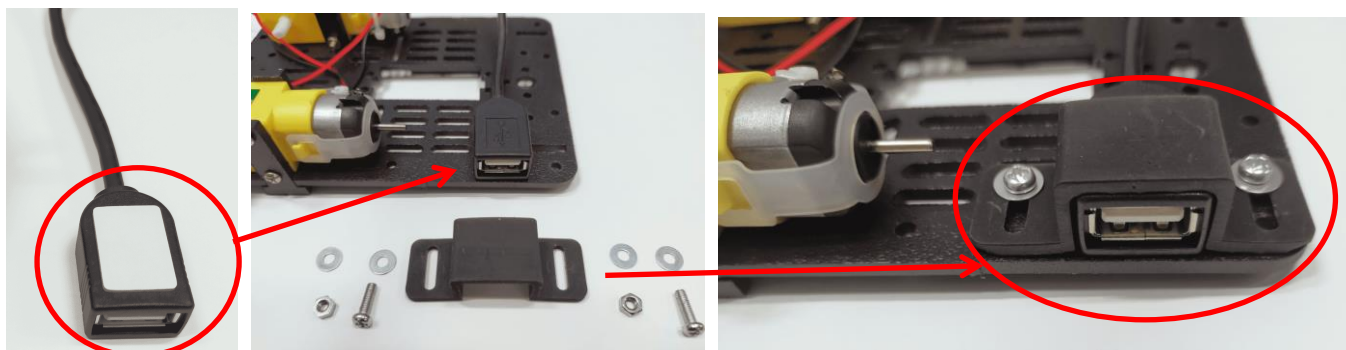

図 2-5 USB 延長ケーブルの取り付け
USB モデム⑥を接続するための USB 延長ケーブル⑦をプレートに取り付けます。USB ホルダー⑧と一緒に袋に入っている両面テープを USB 延長ケーブルに貼り、図 2-5 のプレートの位置に仮止めします。この時、取り付ける USB コネクタの上下の向きに注意して取り付けてください。USB ホルダーをコネクタの上に被せてネジ止めします。取り付けるネジとナットは USB ホルダーの袋に入っているネジとナットを使用します。